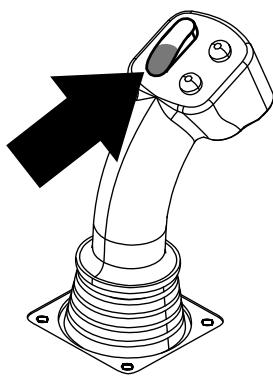
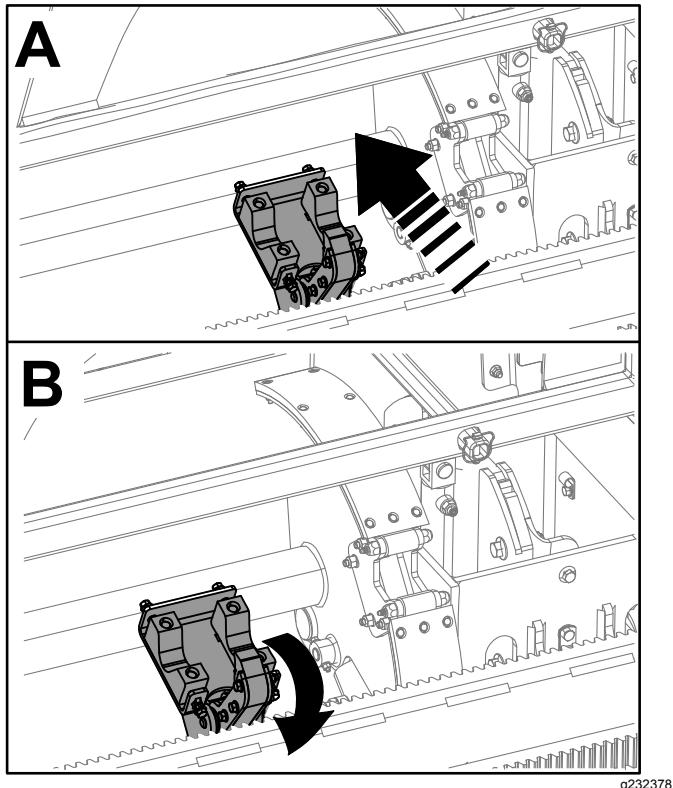

Bild 15
Bild 16
7. Halten Sie den unteren Teil des Kippschalters (Bild 15), bis sich die Arme mit dem Rohr in die Ausgangsstellung drehen und die Greifer sich öffnen, wenn das Rohr in die Nockentasche eindringt (Bild 16).